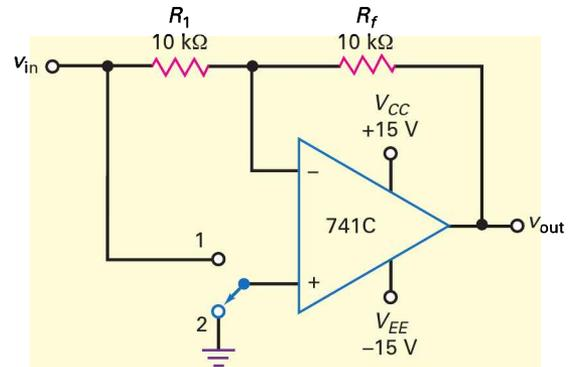

Figure 16.38
- 16.25 D'après la figure 16.38, quel est le gain en tension boucle fermée pour chaque position du commutateur ? Quelle est la bande passante ?
- 16.26 Si la résistance d'entrée sur la figure 16.38 est coupée, quel est le gain en tension boucle fermée pour chacune des positions du commutateur ?
- 16.27 Si la résistance de réaction est coupée sur la figure 16.38, que va vraisemblablement faire la tension de sortie ?